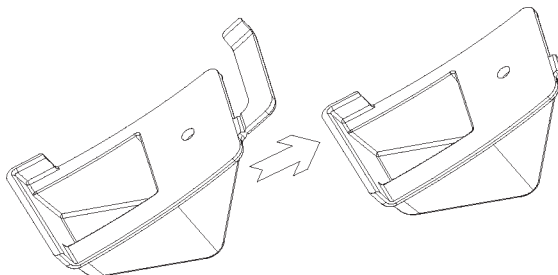

FIGURE 13
21. Enlever les languettes de positionnement supérieures. (gauche et droite). Se reporter à la Figure 13.